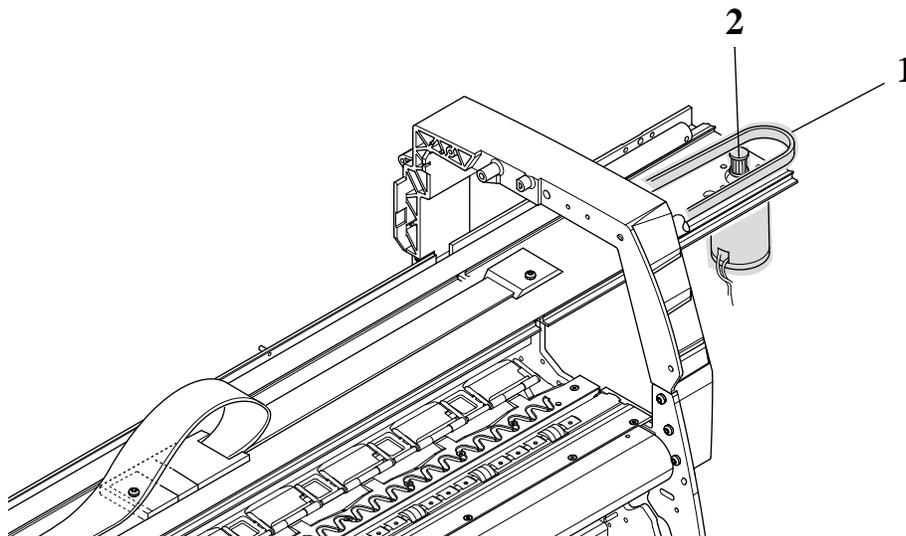

Figura 34: Conjunto do Tensionador
3. Remova a correia (item 1) da polia do motor da correia (item 2) na direita da Impressora (consulte a Figura 34)